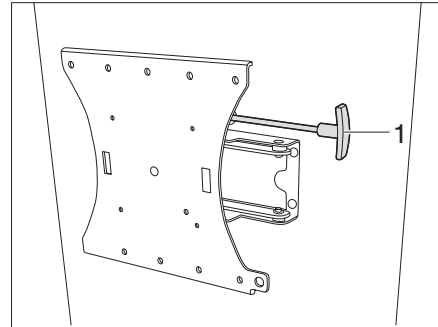

Figure 132 Support à bras articulé (variante 2)
- Tirer sur le levier (Figure 132,1) pour détacher l'écran plat du dispositif de blocage.
- Repousser le levier (Figure 132,1) vers le dispositif de blocage.